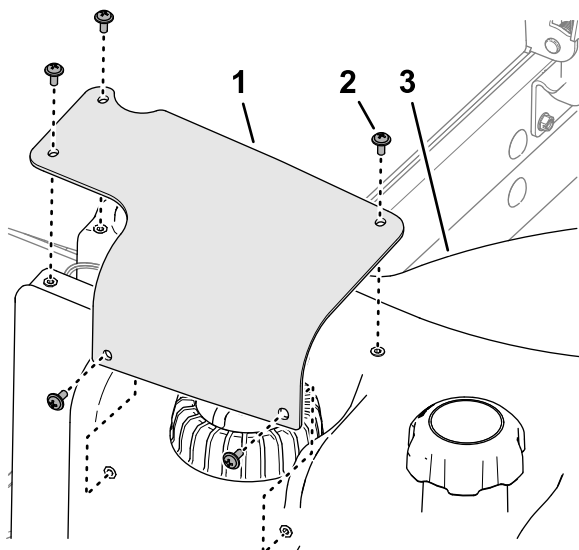

図 118
2. 燃料センダのカバーを燃料タンクに固定しているプラスねじ 5本を外してカバーを外す **図 118**。